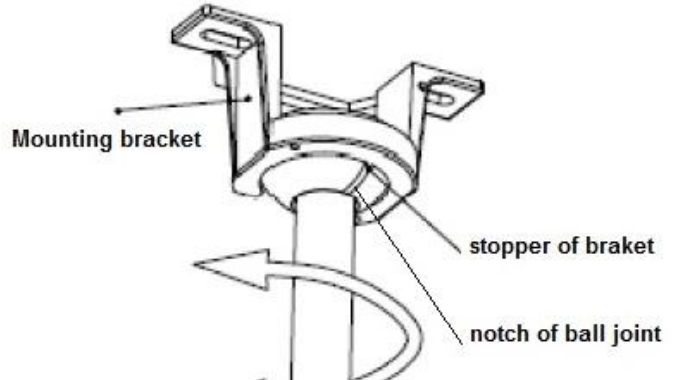

Abb. 5
- Stellen Sie sicher, dass die Aussparung des Kugelgelenks am Verschluss der Halterung angebracht ist, damit der Ventilator, sobald er in Betrieb ist, nicht rotiert. Abb. 5